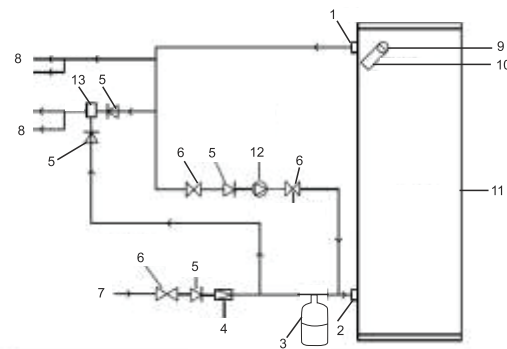

Рис. 5
4. При установке водонагревателя, если расстояние между водонагревателем и потребителями является значительным, может быть использована схема подключения к водопроводной магистрали с рециркуляцией воды и контролем температуры, что позволит свести к минимуму время ожидания для доставки горячей воды (см. рис. 5).